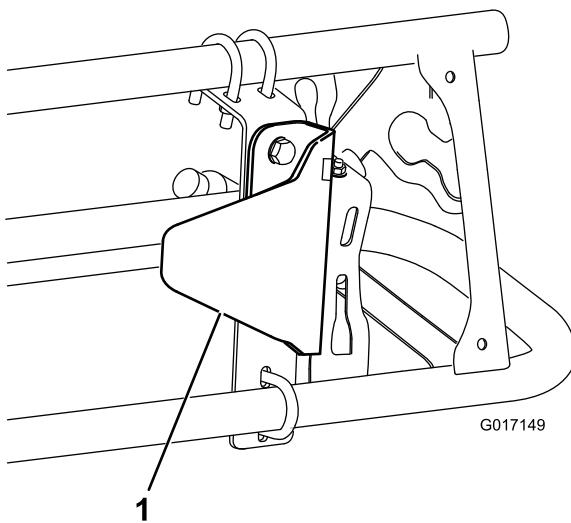

Рисунок 10
2. Установите кронштейн ограждения датчика на монтажный кронштейн с помощью двух болтов (5/16 x 3/4 дюйма) и двух фланцевых гаек (5/16 дюйма), как показано на Рисунок 10.